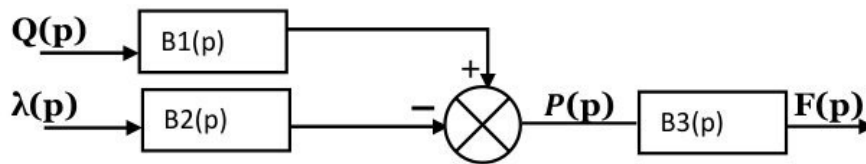

Figure 12
**Question 32:** Déterminer les expressions des transmittances :  $B1(p)$ ,  $B2(p)$  et  $B3(p)$  ; de la figure 12